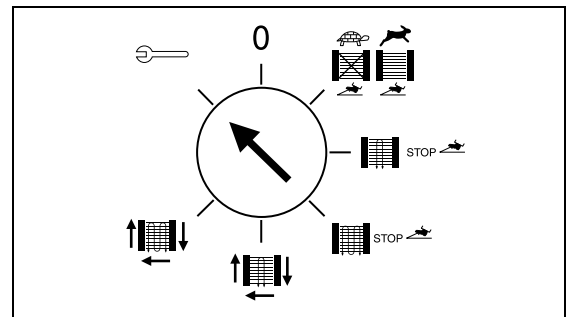

Abb. 7-26 Stellung Programmwahlschalter
- Programmwahlschalter auf „Einrichtmodus“ (Abb. 7-26) stellen (Arbeitsgeschwindigkeit <10 mm/s)